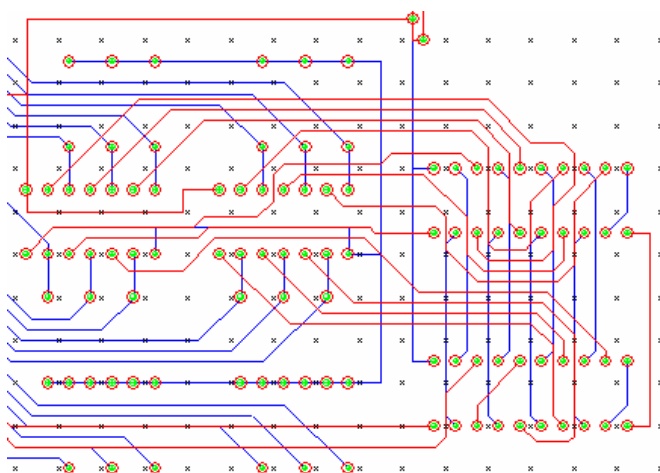

Figura 3.10. Vista Ball and Stick de un Diseño
- **Ball and Stick:** Muestra los pads del diseño como circunferencias sin relleno sólido y las pistas como líneas de eje, tal como se muestra en la Figura. 3.10